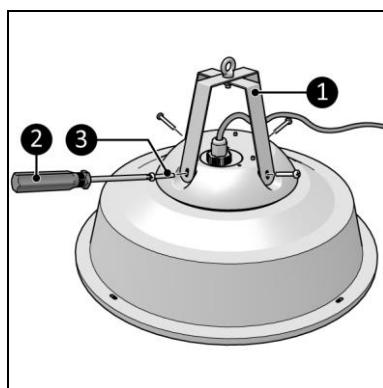

Figure 5
- Vissez et serrez les supports (figure 5, pos. 1) à l'appareil avec les quatre vis (figure 5, pos. 3) et un tournevis Phillips (figure 5, pos. 2).